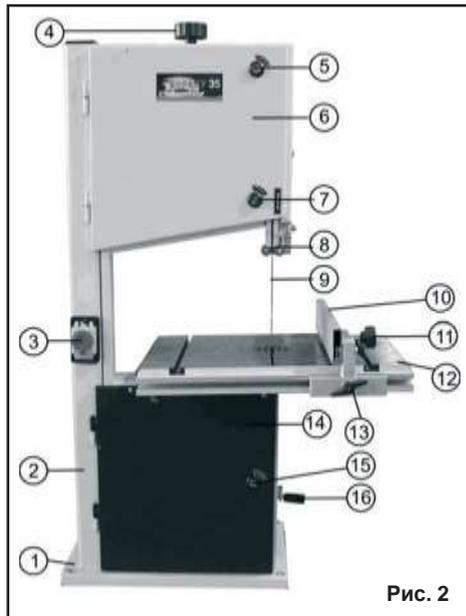

Рис. 2
8.1.2. При установке пилы на верстаке (для обеспечения устойчивости) пила должна быть надежно прикреплена к верстаку через специальные отверстия в нижней части основания (1), Рис.2. Для этой цели необходимо установить болтовые соединения. Обязательно используйте при креплении плоскую и пружинную шайбы на каждый болт (не комплектуется).
- Переносите пилу при помощи подъемных механизмов и приспособлений, учитывая массу пилы (см. Табл.1) и только за основание (1), Рис.2.
#### 10.3. Установка маховика натяжения пильной ленты (Рис. 2)
10.3.1. Маховик (4), входящий в комплектность пилы, Рис. 1, установите, как показано на Рис. 2.
#### 10.4. Установка ручки маховика натяжения ремня (Рис. 2)
10.4.1. Ручку (Ж), Рис. 1, установите в маховик (16), как показано на Рис. 2.
11.1.1. В связи с выполнением ряда работ, возникает периодическая необходимость установки рабочего стола (12) под прямым углом к пильной ленте (9), Рис. 2. На данной пиле предусмотрено такое фиксированное положение.
11.3.3. Поверните маховики замков (5, 7, 15) против часовой стрелки, откройте верхний и нижний кожухи (6 и 14), Рис. 2.